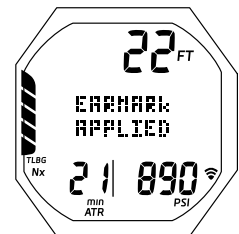

Fig. 81B - PRINCIPAL PARADA DECO (mostrada por 3 segundos)
- Pulse el botón M (< 2 seg) para aplicar una marca a la captura de imagen de los datos de PCI registrados en ese momento. *Se mostrarán los mensajes EARMARK APPLIED en lugar del tiempo/profundidad de la parada durante 3 segundos (Fig. 81B).*